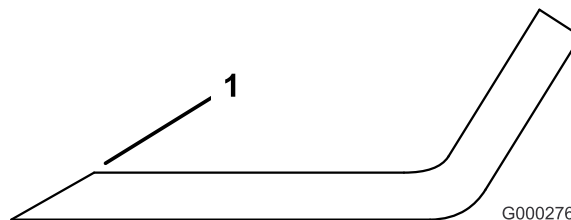

Figura 23
3. Inspeccione los filos de corte de todas las cuchillas. Afile los filos de corte si están romos o tienen mellas. Afile únicamente la parte superior del filo y mantenga el ángulo de corte original para asegurar un filo correcto (Figura 23). La cuchilla permanecerá equilibrada si se retira la misma cantidad de metal de ambos filos de corte.